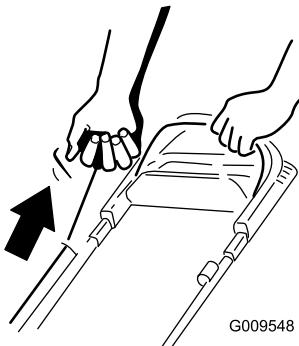

Figure 15
**Remarque:** Tirez la poignée du lanceur jusqu'à ce que vous sentiez une résistance, puis tirez vigoureusement (Figure 15). Laissez le lanceur se rétracter lentement jusqu'à la poignée.